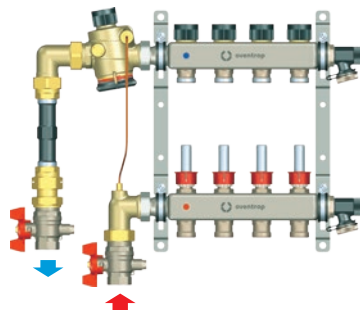
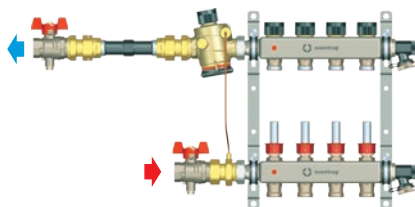

Abb. 5: Montagebeispiel Wärmemesszähler-Anschluss-Set, Eckform
Abb. 6: Montagebeispiel Wärmemesszähler-Anschluss-Set, Durchgangsform
- Montagebeispiele siehe Abb. 5 auf Seite 12 bzw. Abb. 6 auf Seite 12.
1. Montieren Sie die Komponenten (bei Linksanschluss) wie in Abb. 5 auf Seite 12 bzw. Abb. 6 auf Seite 12 dargestellt. Verwenden Sie die beiliegenden Flachdichtungen.